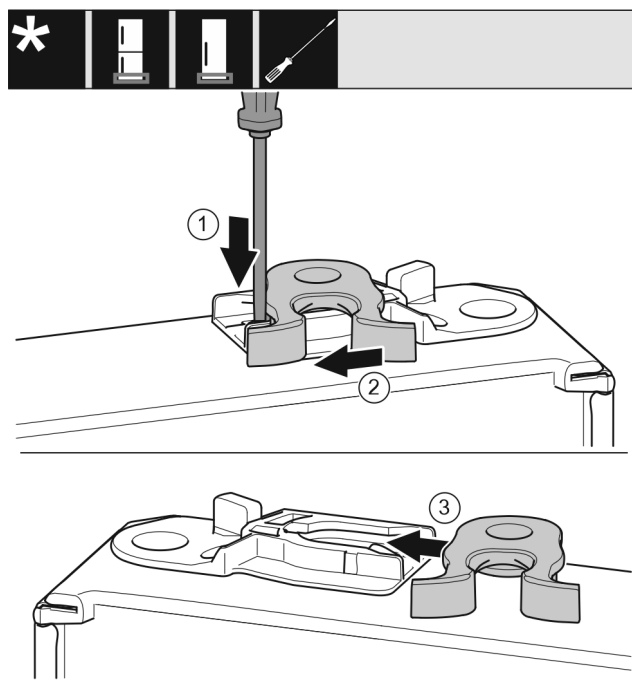

Fig. 19
- ▶ Presionar hacia abajo la lengüeta con el destornillador. Fig. 19 (1)
- ▶ Extraer el gancho de cierre de la guía. Fig. 19 (2)
- ▶ Introducir el gancho de cierre en el otro lado de la guía. Fig. 19 (3)